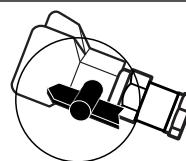

Figura 12- Bocal na posição de Spray
- Quando começar a sair somente tinta da bocal, gire o bocal para a posição Spray. O sistema agora estará pronto para a pintura. (Veja a Figura 12).